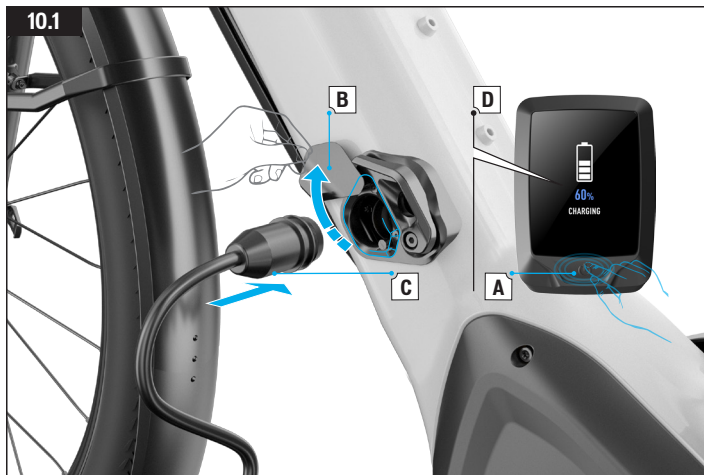

Fig. 10.1
- Når batteriet lades, skal du kunne se visuelle tegn på MasterMind TCD-w (fig. 10.1 D) som indikerer ladestatusen.
- Dioden på laderen lyser konstant rødt (1) mens lading pågår. Når batteriet er ferdig ladet, skifter dioden på laderen farge til konstant grønt (2).
**ADVARSEL!** Hvis dioden blinker rødt (3), har det oppstått en feil ved lading. Koble laderen umiddelbart fra ladekontakten og stikkontakten og kontakt en autorisert Specialized-forhandler.